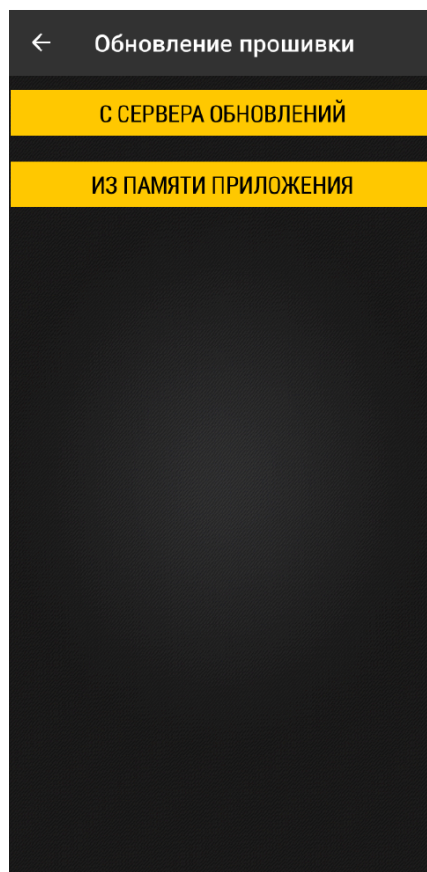

Рис.9. Меню «Обновление прошивки»
2. Откроется меню выбора источника установки прошивки (Рис.9). Выберите источник: